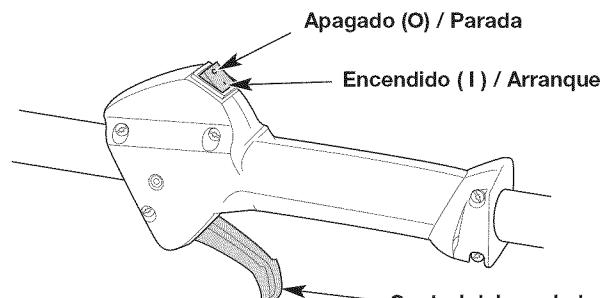

Fig. 8
NOTA: No hay necesidad de encender la unidad. El interruptor de Encendido/Apagado debe estar en la posición ENCENDIDO (I) en todo momento (Fig. 8).
6. Apriete el control del regulador (Fig. 8) y tire de la cuerda **5 veces** con movimiento regulado y firme (Fig. 10).
- Oprima y no suelte el interruptor de control de Encendido y Apagado en la posición APAGADO (O) hasta que el motor se detenga por completo (Fig. 8).
- NOTA:** No hay necesidad de encender la unidad. El interruptor de Encendido/Apagado debe estar en la posición ENCENDIDO (I) en todo momento (Fig. 8).
7. Oprima control del regulador y no lo suelte (Fig. 8). Eche a andar el accesorio Speed Start™ durante 2 segundos.
2. Oprima y no suelte el interruptor de control de Encendido y Apagado en la posición APAGADO (O) hasta que el motor se detenga por completo (Fig. 8).